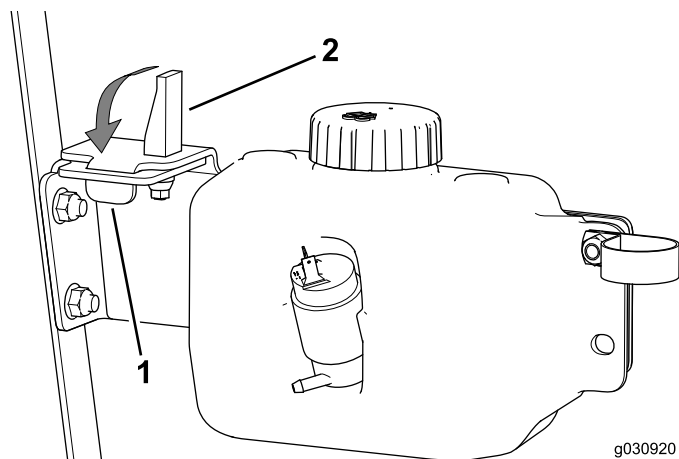

图34
5. 将凸耳插入槽中，并将膨胀门轴套插入水箱面板的孔中（图34）。
6. 向下反转膨胀门控制杆（图34）。